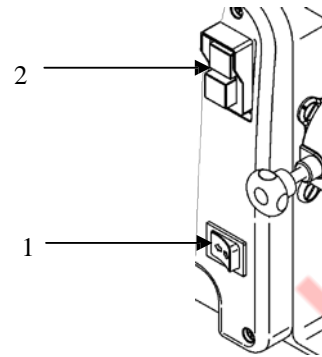

РИС. 8 - Положення елементів керування
3. Помістіть продукт у воронку (8), а потім увімкніть машину за допомогою кнопки "I" (поз. 2 - рис. 8);
4. Підніміть штовхач (7) і помістіть продукт у контейнер; Використовуйте штовхач лише для розміщення продукту в горловину, не докладаючи зусиль;
6. Після завершення різання зупиніть машину, натиснувши кнопку "0" (див. Рис. 8), а потім зніміть і обережно очистіть горловину та всі її компоненти (див. Рис. 1).
7. У випадку застрягання або труднощів при подрібненні - вимкніть машину і натисніть з перервами кнопку "I" зворотнього ходу (поз. 1 на рис. 8); Потім запусіть машину за допомогою кнопки «I» запуск (поз. 2 на рис. 8).
5. Увімкніть машину за допомогою кнопки «I» (поз. 2 - РИС. 8);
6. В кінці обробки зупиніть машину, натиснувши кнопку "0" (див. Рис. 8), а потім зніміть і обережно очистіть горловину та всі її компоненти (див. пар. 6.2).
7. У випадку застрягання або блокування валика - вимкніть машину і натисніть з перервами кнопку "I" зворотнього ходу (поз. 1 на рис. 8); Потім запусіть машину за допомогою кнопки «I» запуск (поз. 2 на рис. 8).
- 1 натиснути кнопку включення «I» (поз. 2 - РИС. 8) і кнопку зупинки «0» (поз. 2 - РИС. 8);
- 2 перевірити, чи змінюється напрямок обертання валика терки при натисканні кнопки зміни напрямку ходу (поз. 1 - РИС. 8).